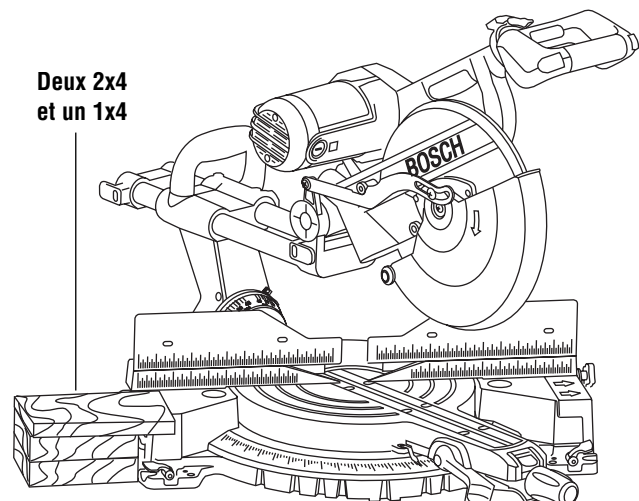

Figure 21. Bloc de support
**Blocs** – Les pièces longues ont besoin d'être mieux soutenues. La hauteur de base (3-3/4 po) est conçue en fonction du bois d'œuvre standard de deux 2x4 et un 1x4. On peut utiliser des planches de ces épaisseurs pour créer des rallonges de support auxiliaires pour les ouvrages longs (Figure 21).